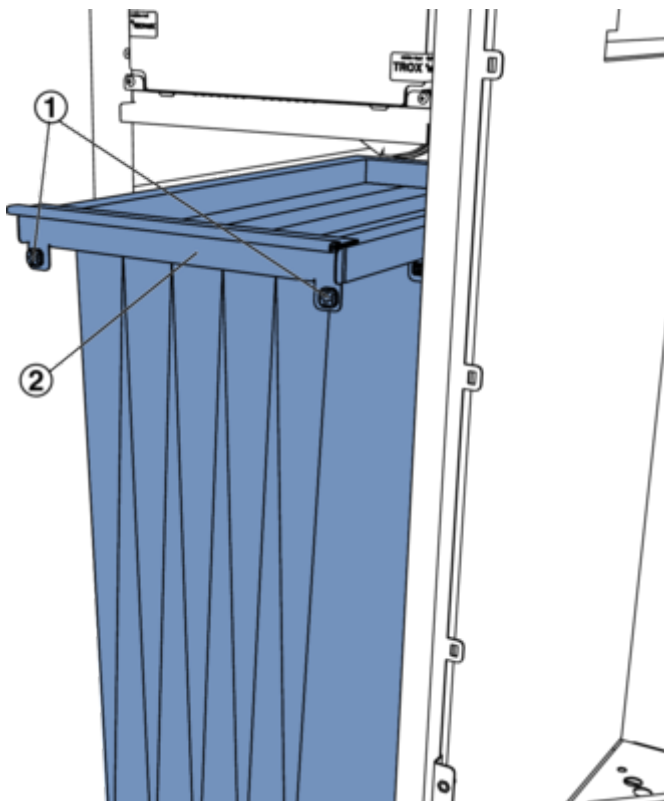

Abb. 57: Außenluftfilter
- 3 ▶ Schnellverschlüsse (Abb. 57 /1) öffnen und den Außenluftfilter (Abb. 57 /2) am Rahmen aus dem Filtereinschub herausziehen.